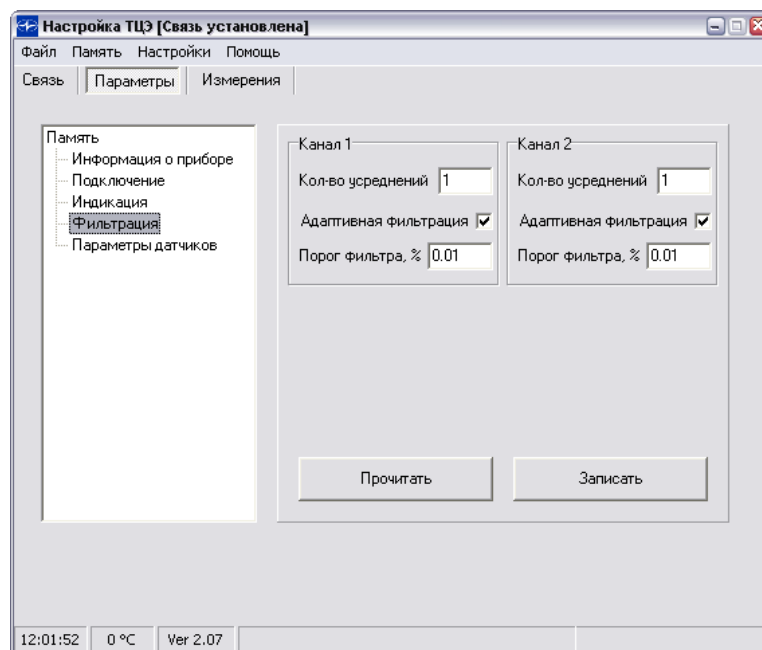

Рисунок 2.4 - Закладка «Фильтрация»
2.4.4. Фильтрация (рисунок 2.4)